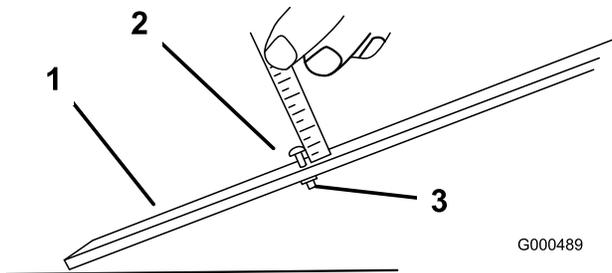

Figura 48
3. Afloje la tuerca de la barra de ajuste (Figura 48) y ajuste el tornillo para la altura de corte deseada. La distancia entre la parte inferior de la cabeza del tornillo y la cara de la barra es la altura de corte.